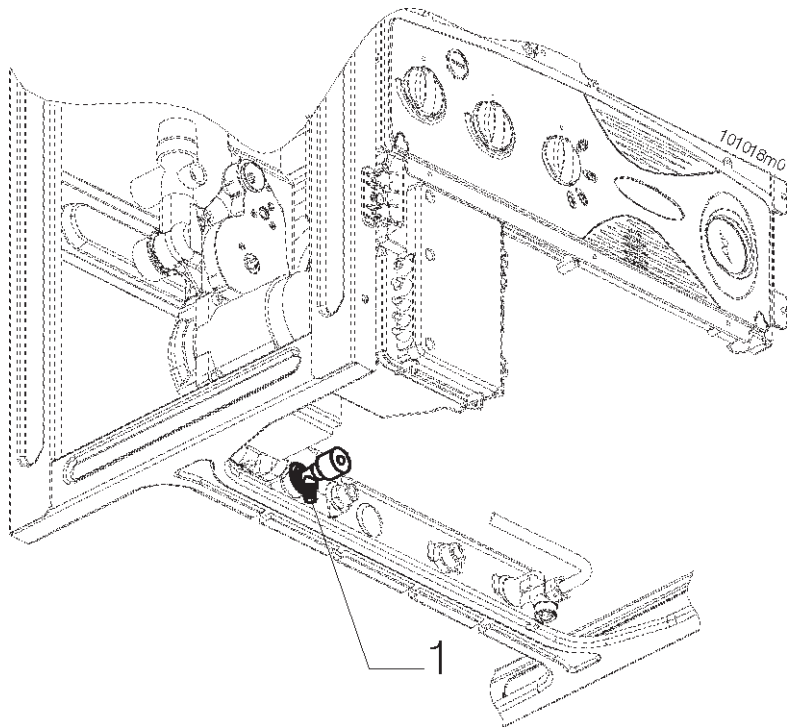

Figura 43 - Rubinetto di scarico circuito riscaldamento
- collegare al rubinetto di scarico "1" (vedi figura 43) un tubo flessibile di gomma e convogliarlo nello scarico di un lavello o simile;
- aprire il rubinetto di scarico "1" (vedi figura 43);